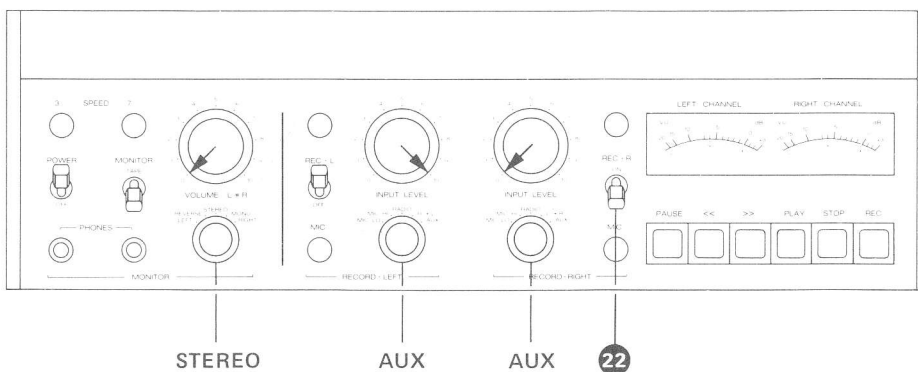

Fig. 6.4.-2
- Bedienungselemente nach Fig. 6.4.-2 einstellen.
- Anschluss AUX INPUT (48). Beide VU-Meter zeigen 0 VU.
- Zusätzlich Aufnahmeworwahlschalter REC-R (22) auf ON. Nur linkes VU-Meter zeigt 0 VU.